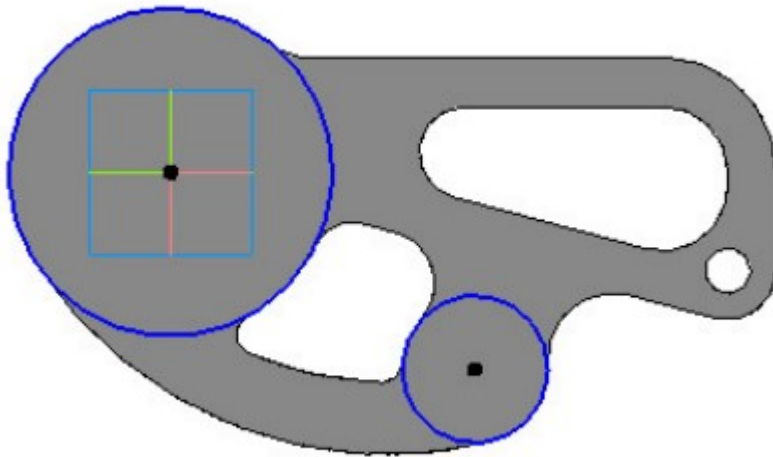

Рис. 10.4
- на верхней грани основания детали постройте эскиз в виде двух окружностей с центрами в начале координат и центре скругления (рис. 10.4) и радиусами, задаваемыми привязкой к контуру детали;